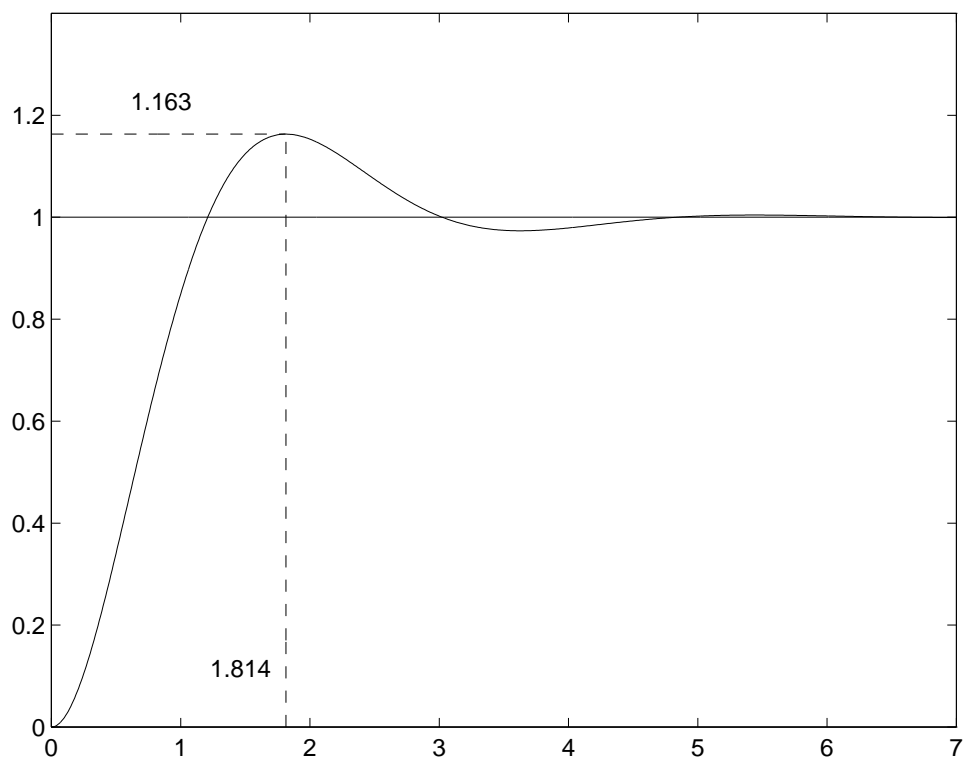

FIG. 2 – Réponse à un échelon unité
- 1) La réponse $s(t)$ de ce système à une entrée $e(t)$ en échelon de position unité est donnée sur la Figure 2.